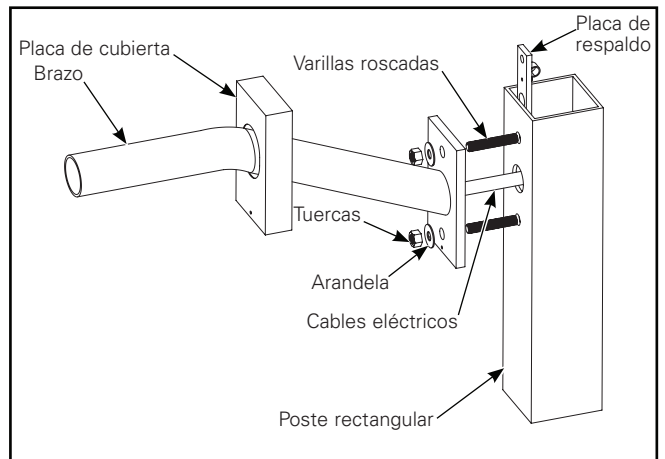
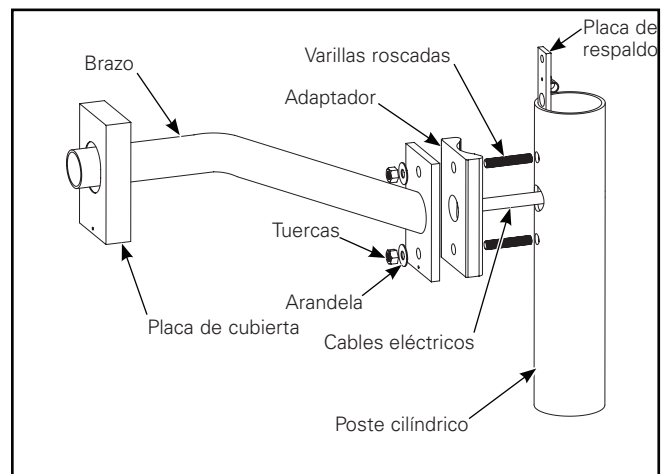

Figura 6.
Figura 7.
Brazo mástil: Poste cuadrado (Figura 6) y poste redondo (Figura 7)
3. Solo para postes redondos: instale el adaptador de placa redonda con la parte redonda orientada hacia el poste (Figura 7). Alinee los orificios superior e inferior.